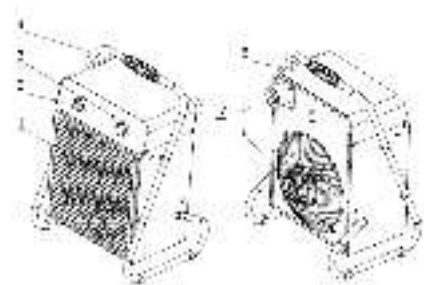

Рис. 1. Модели ВНР-M2-15, ВНР-M2-20
Несущая конструкция тепловентилятора (см. рис. 1) состоит из корпуса (5) и подставки-ручки (4). Вентилятор (6) расположен в задней части тепловентилятора. Органы управления вынесены на переднюю панель (2), дополнительно на панели располагается индикатор работы нагрева (3). Внутри корпуса расположены трубчатые электронагревательные элементы, закрытые с лицевой стороны тепловентилятора решеткой (1).